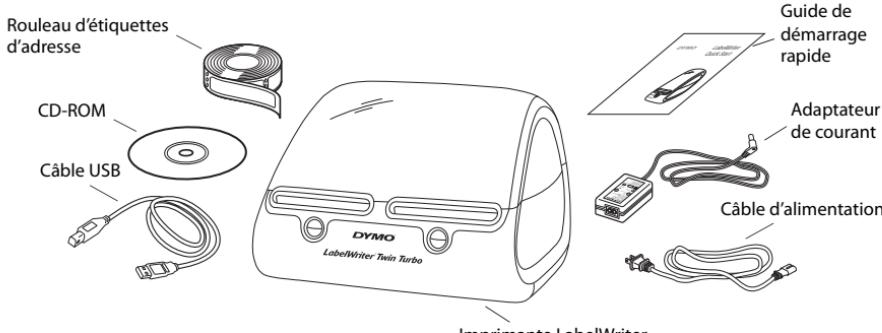

Figure 1
- 2 Assurez-vous d'avoir tous les articles indiqués dans la Figure 1.